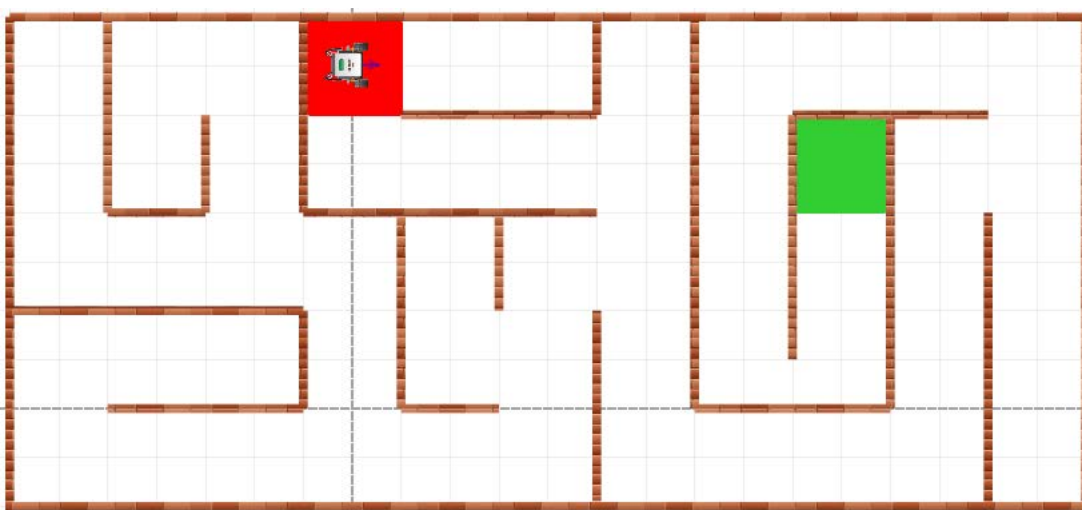

Рисунок 11. Примерный вид лабиринта.
5. Пример лабиринта приведен на рис. 11.